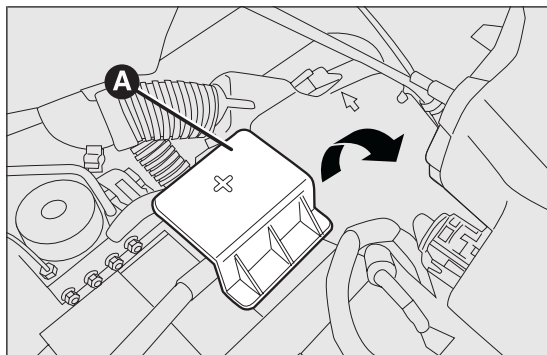

fig. 174
- rimuovere il coperchio A fig. 174 di protezione del polo positivo della batteria sollevandolo verso l'alto;